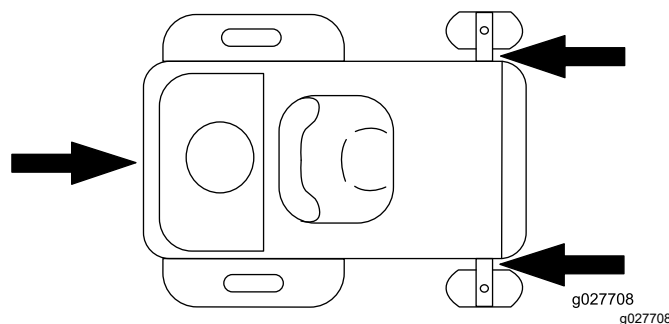

Figura 35
6. Prenda a máquina perto das rodas giratórias frontais e estrutura traseira com correias, correntes, cabos ou cordas (Figura 35). Consulte as diretrizes locais relativas a requisitos de dispositivos de fixação.